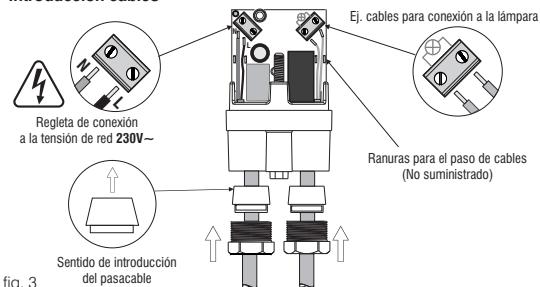

fig. 3
- perforar la membrana de las gomas pasacable de garnición e introducir las en los cables (fig. 3);